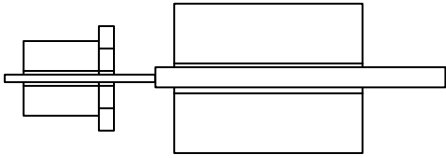

图 7-4 两种装夹光纤方式对比
- b) 光纤涂覆层的端部应压夹持台座边沿，如图 7-4 示。